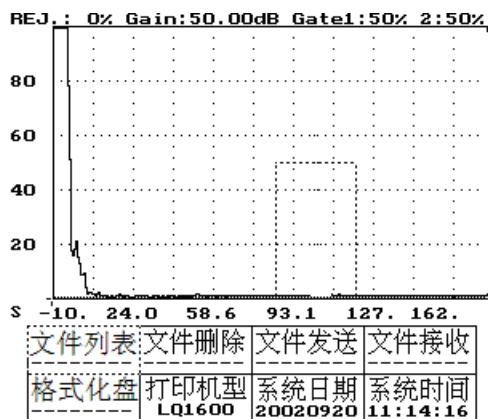

图 12-3
- 3、按进入键——显示文件操作菜单，如图 12-3 所示。